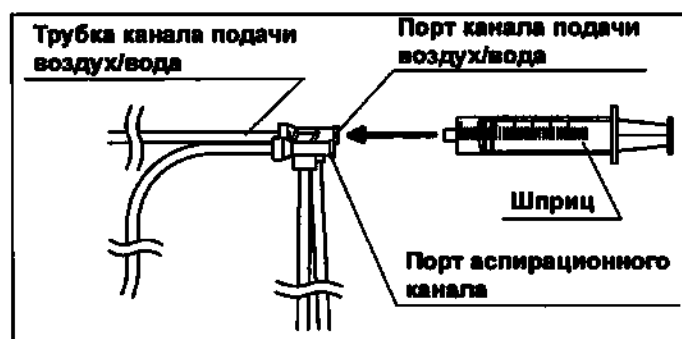

Рис. 5.31
- 7** Присоедините шприц к порту канала подачи воздух/вода инъекционной трубки. (см. рис. 5.31)
- 14** Присоедините шприц к порту канала подачи воздух/вода инъекционной трубки. (см. рис. 5.31)